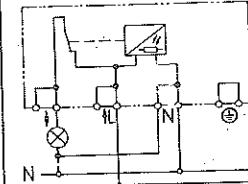

Fig.2
- Anslut enligt kopplingsschema och fig. 2. Tryck in den avisolerade ledaren mot stopp.